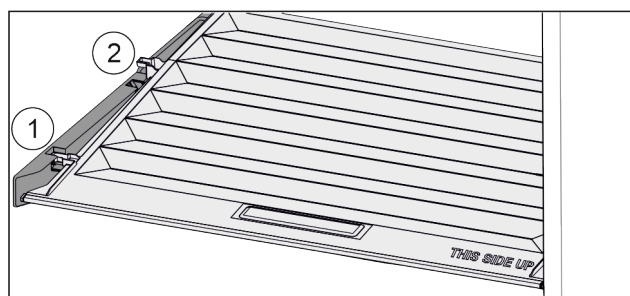

Fig. 137
- ▶ Потянуть крышку до отверстия в поддерживающих деталях вперед Fig. 137 (1).
- ▶ Поднять сзади снизу и извлечь Fig. 137 (2) движением вверх.